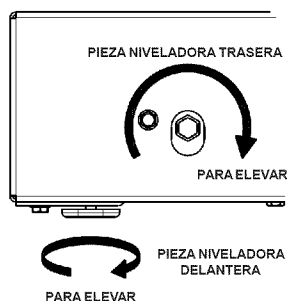

Figura 16
- Para ajustar la altura de la parte trasera de la unidad, utilice una llave ajustable y gire el perno de nivelación hacia la derecha, para elevar la unidad, o bien a la izquierda, para bajarla. Vea la figura 16.
- Para ajustar la altura de la parte delantera de la unidad, gire la pata niveladora delantera a la derecha, para elevar al unidad, o bien a la izquierda, para bajarla. Véase la figura 16.